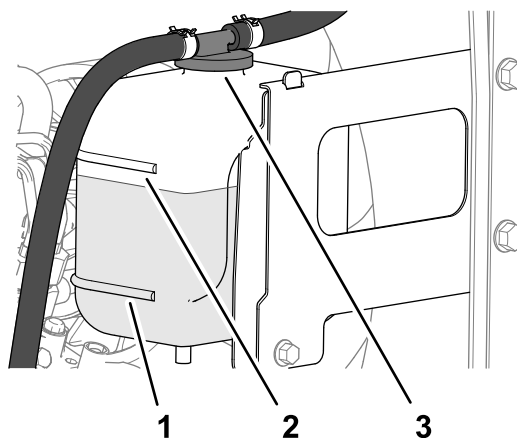

Bild 109
3. Prüfen Sie den Kühlmittelstand im Ausdehnungsgefäß (Bild 109).